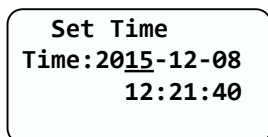
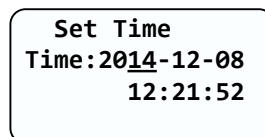

Fig. 6.3.9
Fig. 6.3.10
- 2) En tapant deux fois, le réglage diminue d'une unité, par exemple en diminuant d'un an, comme illustré sur la Figure 6.3.9 et la Figure 6.3.10.